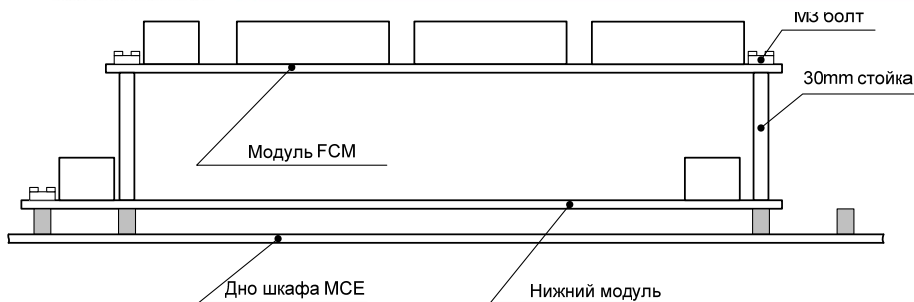

Рис.1. Монтаж FCM модуля в главном корпусе MCE
Модуль FCM может быть смонтирован в главном корпусе МСЕ системы, если базовая система содержит один модуль FLC. Модуль FCM устанавливается на верхнем уровне (см. Рис.1) в следующем порядке:
- Установить модуль на стойки согласно Рис.1 и закрепить винтами.